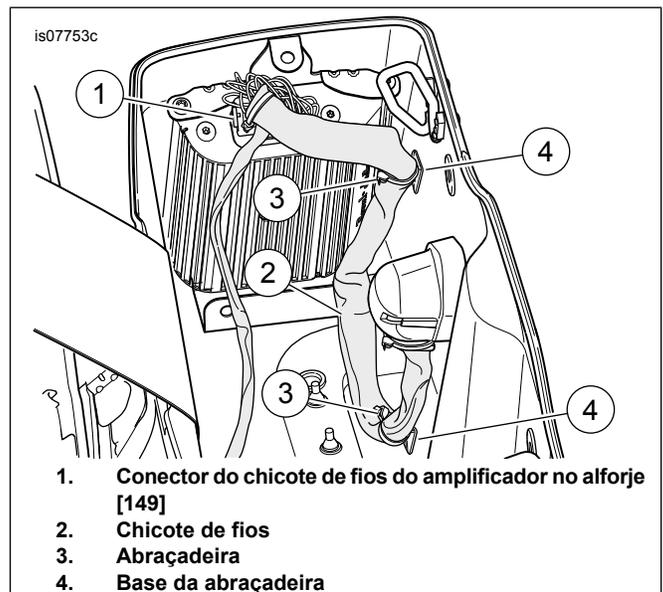

Figura 8. Orientação do chicote de fios interno
3. Veja Figura 8. Instale a tampa do amplificador no suporte. Fixe com três presilhas.